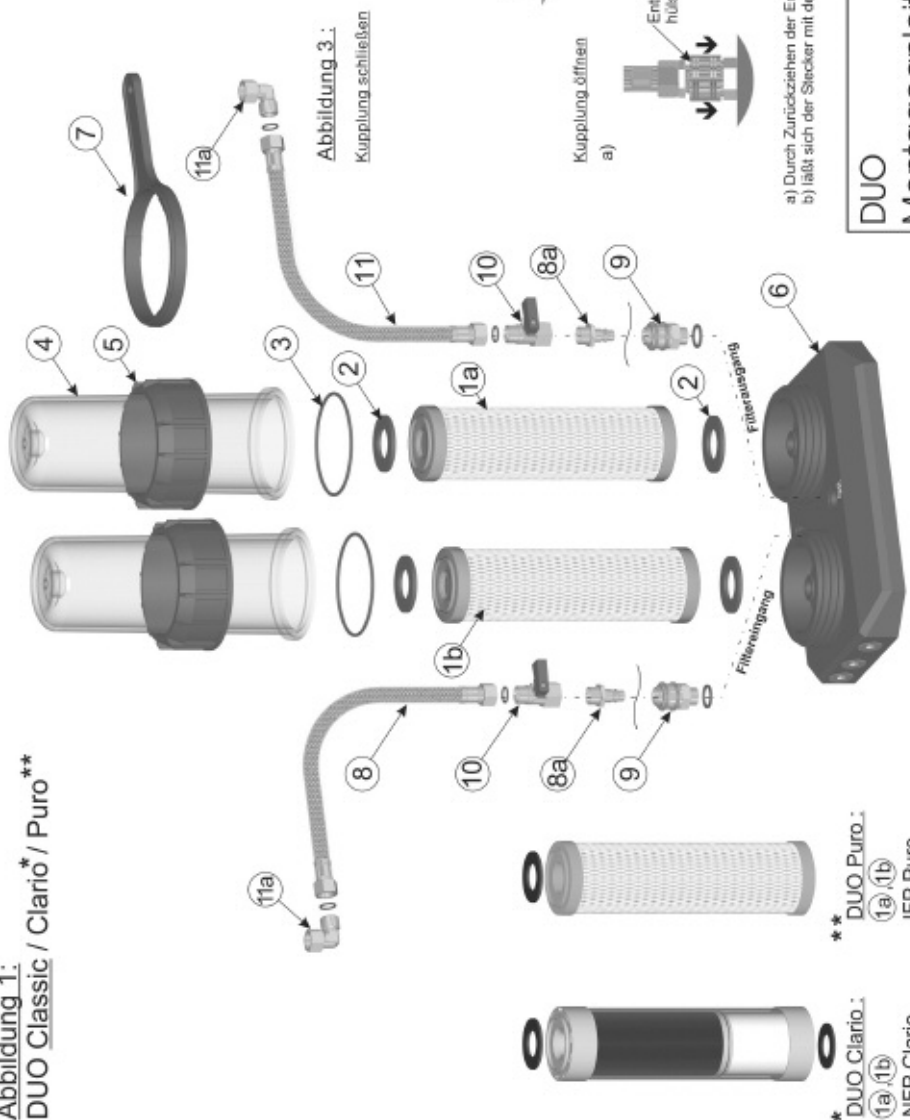
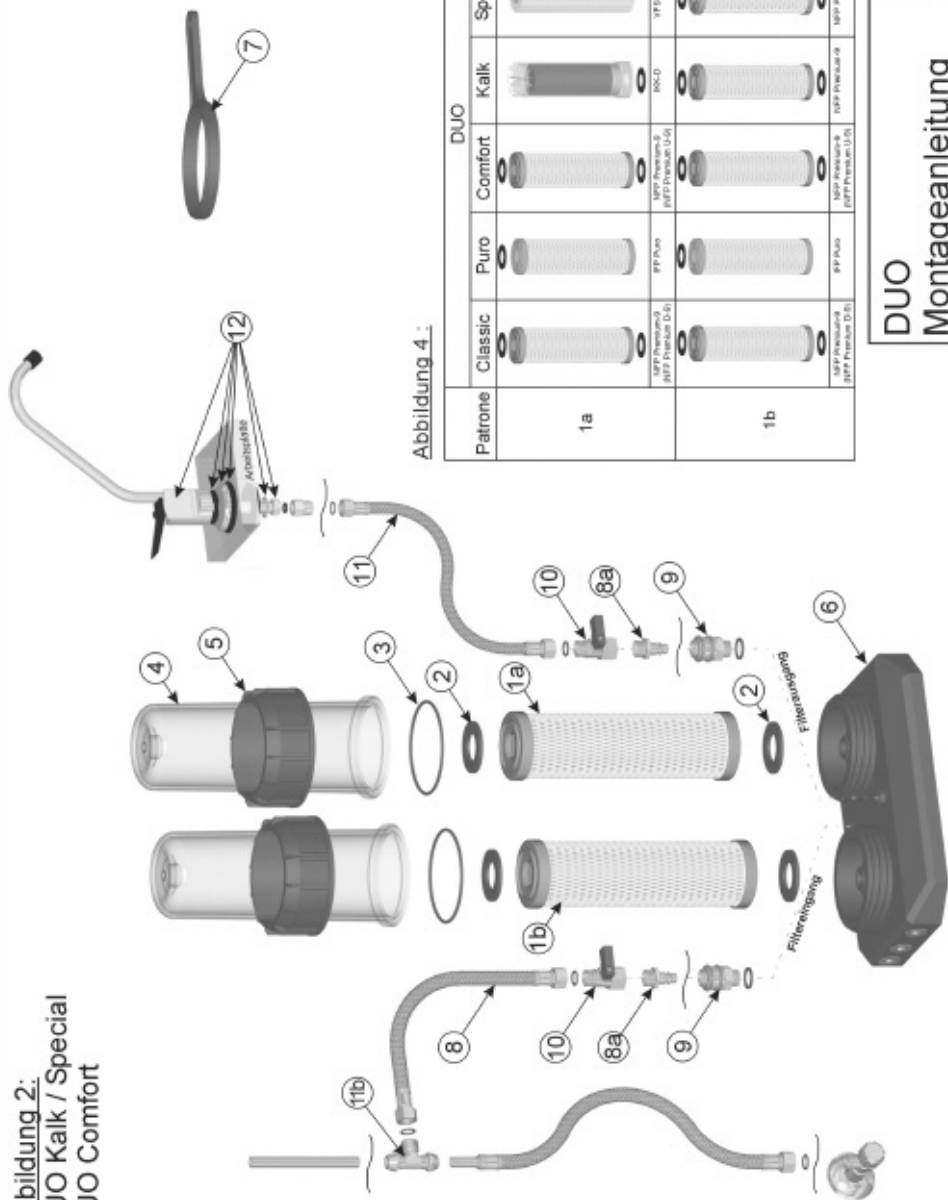

Abbildung 3:
Abbildung 4 :
a) Schließen Sie den Kugelhahn (10) auf der Eingangsseite und öffnen Sie den Wasserhahn, um den im Gerät vorhandenen Druck auszugleichen und das Wasser abzulassen. Ein kleiner Rest Wasser verbleibt im Gerät. Schließen Sie nun auch den Kugelhahn (10) auf der Ausgangsseite.
b) Nach dem Schließen des Wasserhahns lösen Sie den Filtereingangsschlauch und den Filterausgangsschlauch durch Öffnen der Schnellkupplung (siehe Abbildung 3): Hierzu müssen Sie den
- Kupplungsring an der Schlauchkupplung (9) nach unten drücken und den Schlauch mit Einstecknippel (8a) nach oben abziehen.
- c) Stellen Sie nun das Gerät ohne Schläuche auf die Spüle. Öffnen Sie das Gehäuse durch Abschrauben der schwarzen Überwurfmutter (5) mit dem Kunststoffschlüssel (7). Hierbei fließt der Rest des Wassers aus dem Gerät.
- d) Ziehen Sie die Filtertassen (4) nach oben weg und entfernen Sie die gebrauchten Filter (1a, 1b). Die erschöpften Filter können im Hausmüll entsorgt werden.
- e) Die neuen Filter (1) werden in die Filtertasse gesetzt, und durch Anziehen der Überwurfmutter (5) mit dem Kunststoffschlüssel (7) wird das Gehäuse verschlossen. Auf einen richtigen Sitz der Flachdichtungen (2) und des O-Ringes (3) ist zu achten. (Abbildung 4) Achten Sie aus hygienischen Gründen beim Filterwechsel auf extreme Sauberkeit und vermeiden Sie eine Verschmutzung der Dichtflächen (2) durch Berührung. Schließen Sie nun das Gerät wieder an den Filtereingangsschlauch und den Filterausgangsschlauch durch Stecken der beiden Einstecknippel (8a) in die Schlauchkupplungen (9). Der Eingang ist hinten und der Ausgang ist vorne am Gerät. Beide sind gekennzeichnet und dürfen nicht verwechselt werden.
- i) Sofern bei Ihrem Gerät vorhanden, öffnen Sie den zusätzlichen kleinen Wasserhahn (12) - Kipphebel nach oben.
- j) Öffnen Sie das kleine Kugelventil (10) am Filterausgang.
- k) Öffnen Sie das kleine Kugelventil (10) am Filtereingang.
- b) Zum Regenerieren der Austauscherpatrone muss diese aus dem Gerät genommen werden. (siehe auch Filterwechsel Abschnitt 4) Schließen Sie hierzu den Kugelhahn (10) zum Gerät und öffnen Sie den Wasserhahn, um den im Gerät vorhandenen Druck auszugleichen. Schließen Sie nun den Wasserhahn wieder und öffnen Sie das Filtergehäuse mit der Austauscherpatrone durch Abschrauben der Überwurfmutter (5) mit dem Kunststoffschlüssel (7). Die Austauscherpatrone ist transparent, mit Granulat gefüllt. Die Austauscherkartusche kann nun entnommen werden (siehe auch Filterwechsel Abschnitt 4).
- h) Nun kann die Austauscherpatrone wieder in das Filtergehäuse eingesetzt werden. Achten Sie hier auf den richtigen Sitz der Dichtungen. (Abbildung 4)